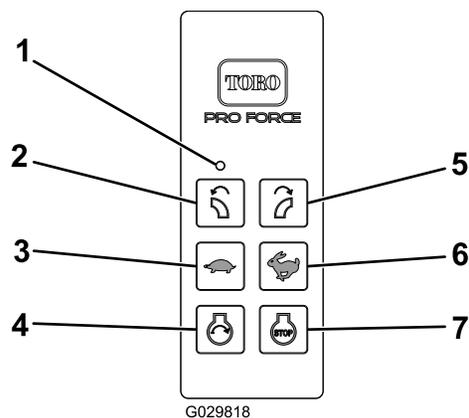

Рисунок 15
3. После нажатия кнопки «Пуск» питание на систему запуска двигателя будет подано только при наличии условий для запуска двигателя. Режим разрешения запуска двигателя начинает действовать, только когда выполнена описанная ниже последовательность разрешения запуска двигателя (Рисунок 15):